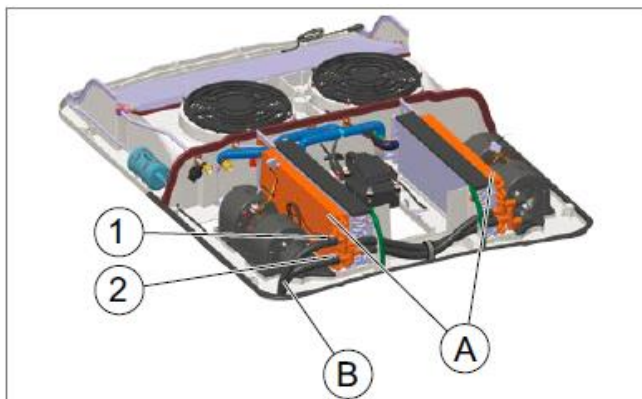

Рис. 31: Комплект отопления
► Установите теплообменники между радиальными моторами и испарителями. Рис. 31, позиция А.
► Теплообменники закрепить с помощью специальных скоб. Рис. 31, позиция В (4 шт.)